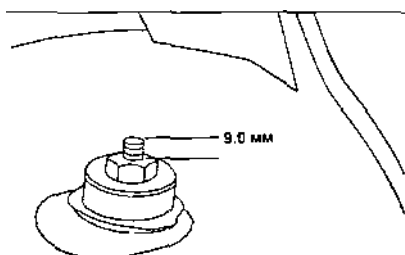

Рис. 5.31.
• затянуть гайку верхнего крепления амортизатора так, чтобы резьба штока выступала из гайки на 9 мм (рис. 5.31);